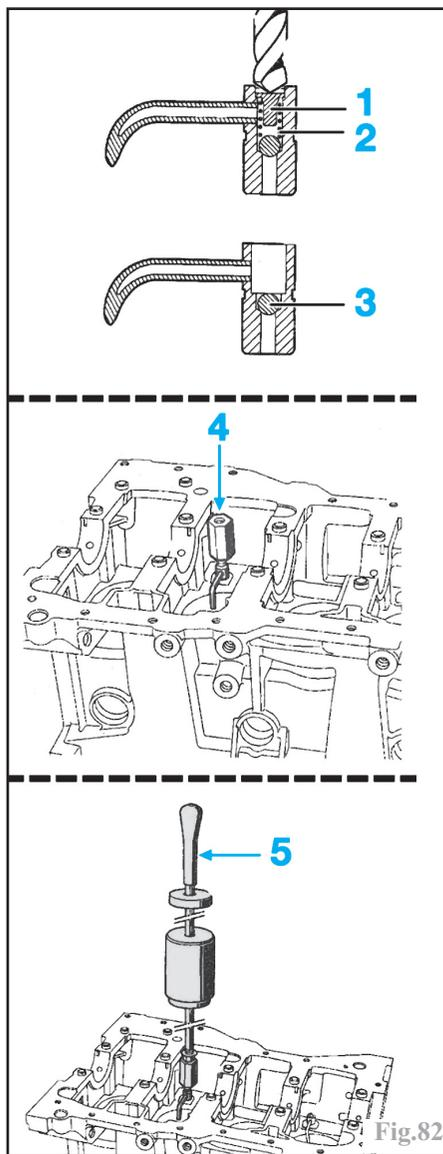

Fig.82
Percer le gicleur à l'aide d'un foret de $\text{Ø } 7 \text{ mm}$ et dégager la butée (1) et le ressort (2) (Fig.82).